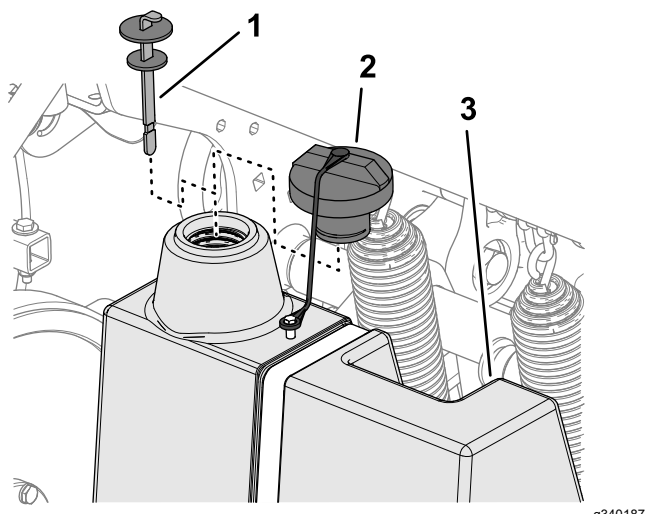

Рисунок 179
3. Очистите зону вокруг заливной горловины и крышки гидравлического бака (Рисунок 179). Снимите крышку с заливной горловины.